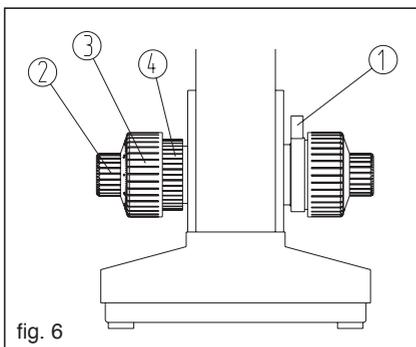

fig. 6
L'instrument utilise un mécanisme de mise au point coaxiale grossière/fine. Le bouton de tension réglable ④ utilisé pour la tension du bouton de mise au point grossière ③ pour empêcher la platine de glisser naturellement vers le bas. Le bouton de limite ① empêche tout contact accidentel de l'échantillon/objectif. ② est le bouton de mise au point fine. (Fig.6)